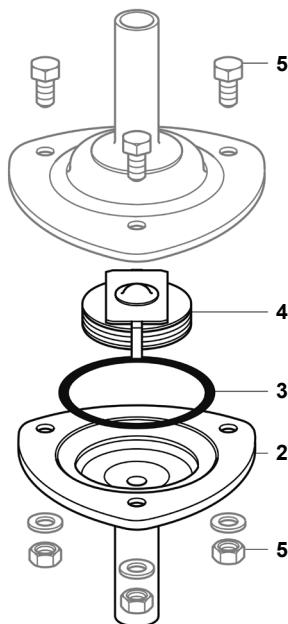

Fig. 6 - BTM7
- Svitare e togliere le viti (5).
- E' quindi possibile lo smontaggio del semicorpo di uscita con la connessione terminale, la sede di scarico, l'O'ring (3) e l'elemento sensibile (4) per la pulizia od eventuale sostituzione. Assicurarsi che nel rimontaggio l'elemento sensibile (4) venga posizionato correttamente come indicato in Fig. 6.
- Rimontare le viti (5) e serrarle con la coppia consigliata in tabella 1. Rimettere in servizio l'apparecchio.